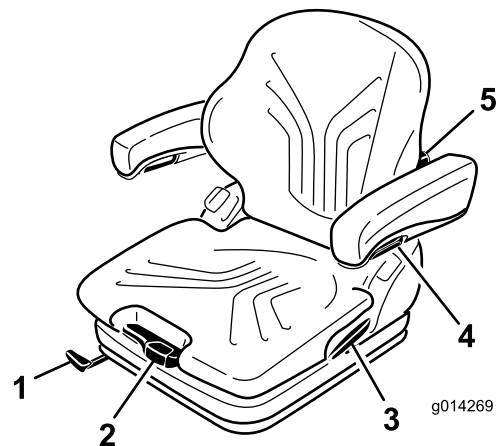

Figura 25
O banco é ajustado ao peso do condutor puxando ou carregando na alavanca de ajuste de peso (Figura 25).
1. Para ajustar, desloque a alavanca para cima e desbloqueie o banco (Figura 25).
Rodando o manípulo de ajuste para cima, a curvatura na parte superior da almofada do apoio lombar pode ser ajustada. Rodando o manípulo de ajuste para baixo, a curvatura na parte inferior da almofada do apoio lombar pode ser ajustada (Figura 25).
Para ajustar a altura dos apoios dos braços, separe a tampa redonda (Figura 25) da cobertura, desaperte a porca hexagonal (13 mm) por detrás e ajuste os apoios dos braços para a posição desejada e aperte a porca. Substitua a tampa na porca.
Para ajustar o ângulo dos apoios dos braços, rode o manípulo de ajuste (Figura 25).
Puxe a alavanca de bloqueio para libertar o trinco do apoio lombar (Figura 25). Ao libertar o trinco do apoio lombar, não aplique força no apoio pressionando contra ele.